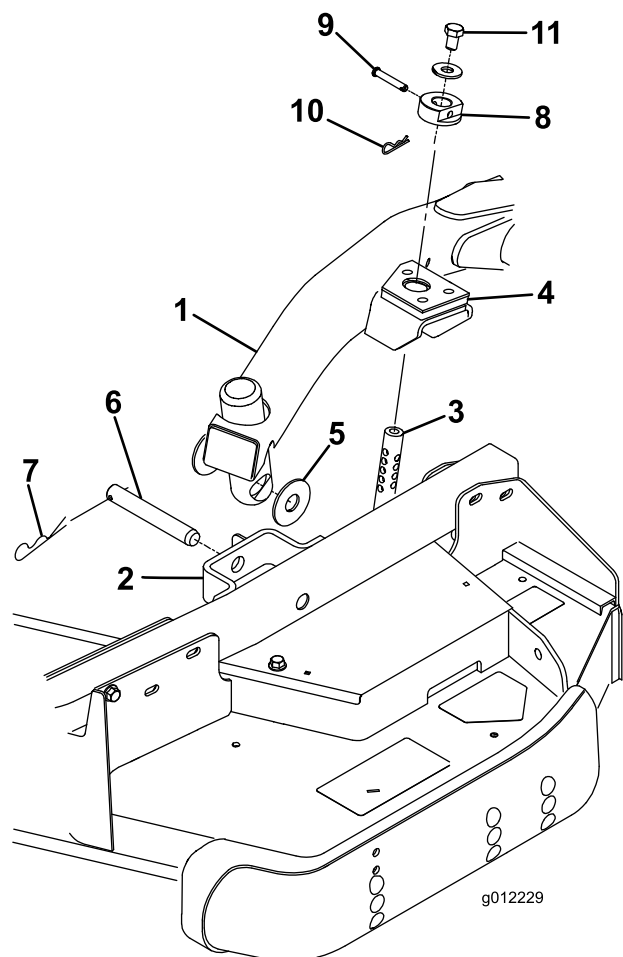

Figure 28
4. Placez le levier de relevage en position de flottement. Poussez un bras de relevage vers le bas jusqu'à ce que ses trous soient alignés sur ceux du support du bras pivotant. Il est alors possible d'introduire la tige de réglage de hauteur de coupe dans les patins du bras de levage (Figure 28).
5. Fixez le bras de relevage au bras pivotant avec (2) rondelles de butée, un axe de chape et une goupille fendue. Placez les rondelles de butée entre le bras de relevage et le support de bras pivotant (Figure 28). Insérez l'extrémité de la goupille fendue dans la fente de la patte du bras pivotant pour retenir la goupille fendue.
9. Montez les bagues de hauteur de coupe sur les tiges de réglage de hauteur de coupe et fixez-les avec les axes de chape et les goupilles fendues (Figure 28). La tête de l'axe de chape doit être dirigée vers l'avant du plateau.
10. Montez un boulon 1/2 x 3/4" et une rondelle sur chaque tige de réglage de hauteur de coupe (Figure 28).